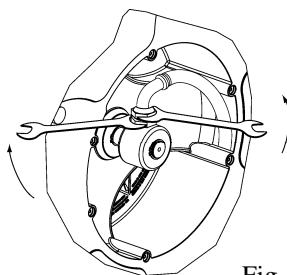

Fig. 16
- Unscrew the hose from the swivel using two spanners (Fig. 16).
- Lossa slangen från rullen med hjälp av två fasta nycklar (Fig. 16).